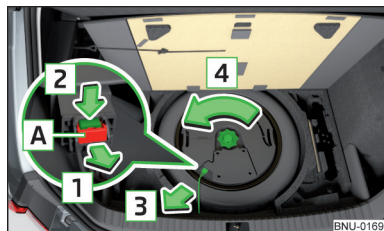

Fig. 319
- › Tirar el enclavamiento **A** en el conector en el sentido de la flecha **1** » fig. 319.
- › Atornillar el tornillo de seguridad contra el sentido de la flecha **4** hasta el tope » fig. 319.